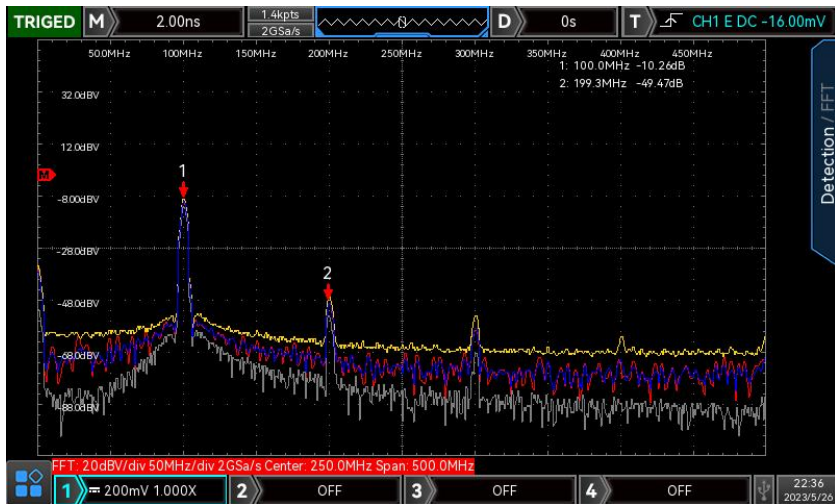

图 15-2
- 独立：只显示 FFT 波形，可以更清晰的观察屏谱波形，如下图 15-2 所示。